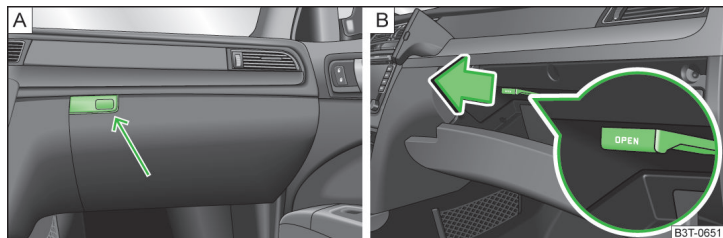

Abb. 91 Ablagefach öffnen / Luftzufuhr bedienen
➤ Die Taste » Abb. 91 - A drücken.
- Die Luftzufuhr wird geöffnet, indem der Hebel in Pfeilrichtung gezogen wird » Abb. 91 - B.